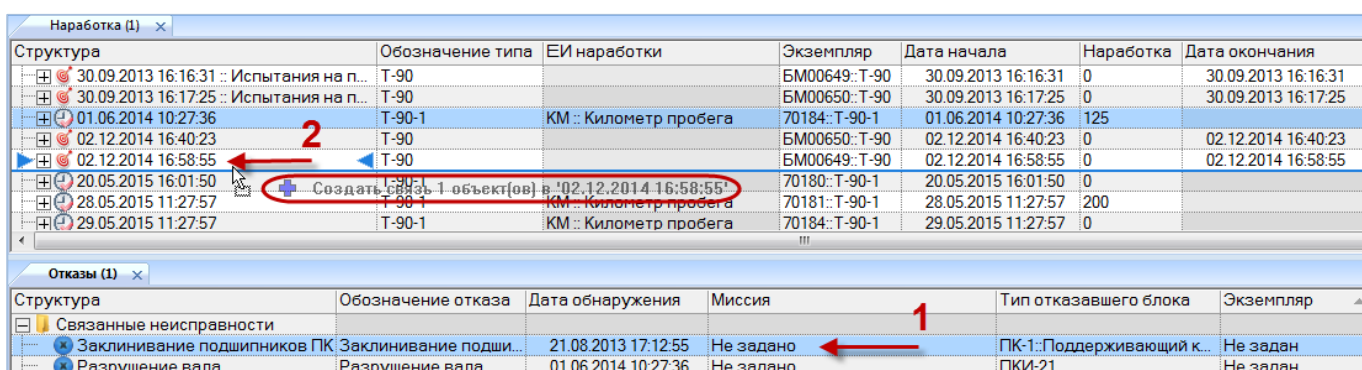

Рис. 26-48 – Переместить неисправность на миссию
2) Выделить неисправность в рабочем окне «Неисправности» (1 на рис. 26-48).
3) Переместить с помощью мыши неисправность на миссию в окне «Наработка» – появится подсказка вида «+ Создать связь X объект(ов) в ...» (2 на рис. 26-48). Отпустить кнопку мыши.